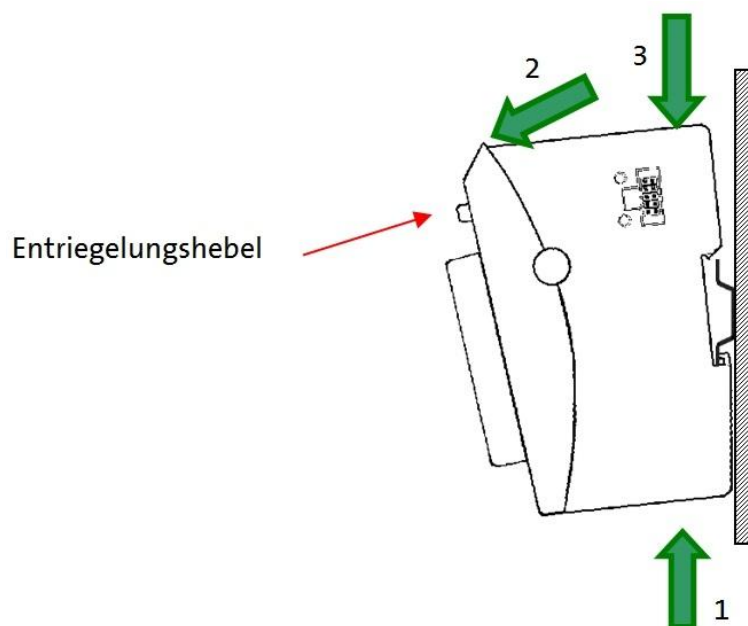

Abbildung 11: Demontage eines Moduls
- Drücken Sie den Entriegelungshebel (siehe Abbildung 11) von dem Modul, das Sie vom links davon befindlichen Modul trennen wollen.